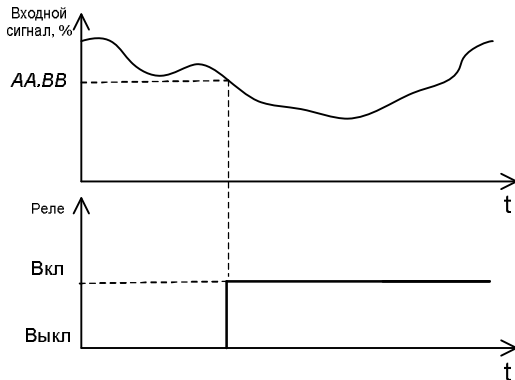

Рисунок 5 – Обратная функция с защелкой.
F.4	Обратная функция компаратора с функцией защелки. см. рисунок 5